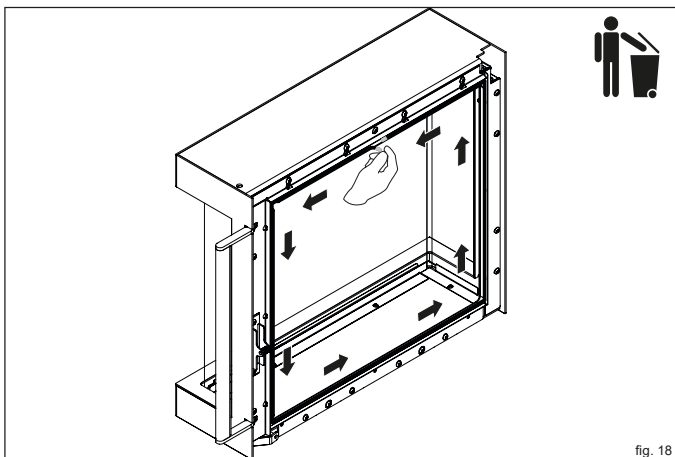

fig. 18
- ▶ **Estrarre la vecchia guarnizione dalla guida tirandola da una delle estremità e smaltirla tra i rifiuti (fig. 18).**